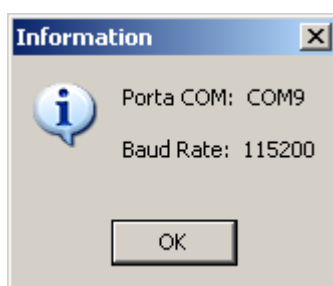

Fig. 50: Riconoscimento corretto dello strumento
9. Un messaggio come indicato in Fig. 50 indica il corretto riconoscimento